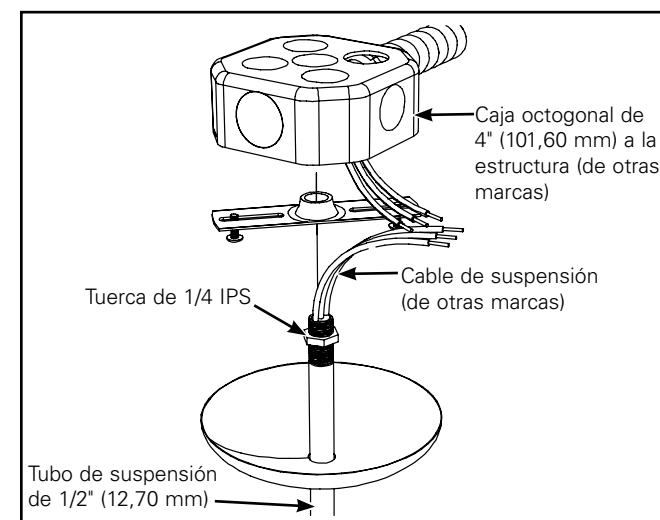

Figura 1. Alimentación
5. Sujete el tubo de suspensión a la barra cruzada usando la tuerca de sujeción de 1/4" IPS. (Figura 1.)